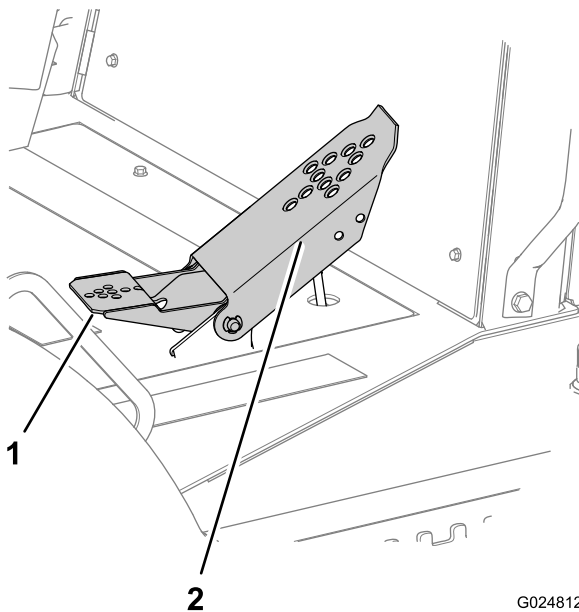

Figura 40
- Spingete in giù la parte superiore del pedale per far procedere la macchina in avanti (Figura 40).
- Spingete in giù la parte inferiore del pedale per far procedere la macchina indietro (Figura 40).
- Per ridurre la velocità della macchina o per arrestarla, spostate il pedale in su verso la posizione di folle (Figura 40).